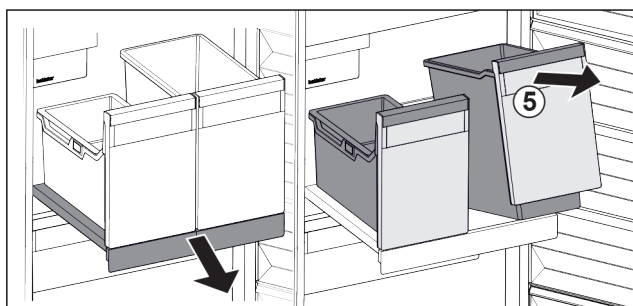

Fig. 169
- Підняти резервуар Fig. 169 (5) спереду.